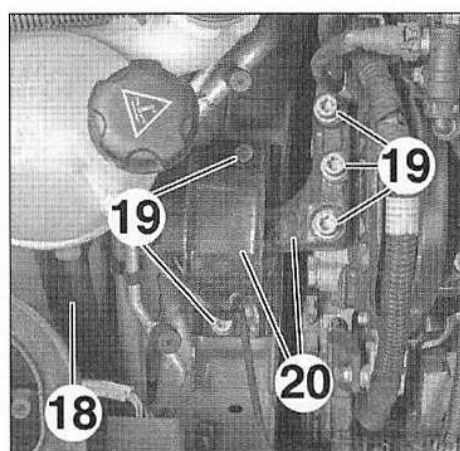

FIG.140
- Débrancher la durit (18) (Fig.140).
- les vis (19),
- le silentbloc moteur droit (20).